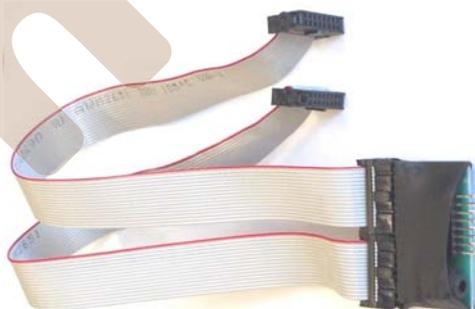

Figura 8 – Kit de Clonación 2.
El lector de billetes NV9 le ofrece la posibilidad de copiar su Firmware y configuración a otro lector NV9. El lector que actúa como 'Master' transmitirá la información de la moneda y actualizará el Firmware del 'Esclavo'. Para ello será necesario el kit de clonación que muestra la figura 8 (Kit de Clonación 2) (CK2).
- Utilizando el Kit de Clonación (CK2) se deben conectar las dos unidades en los conectores indicados Como 'Master' y ' Esclavo' (ver figura 8).